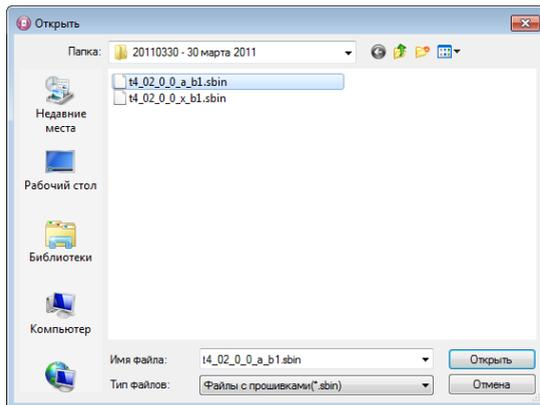

Рис.35. Выбор файла прошивки
- ✓ для выбора файла прошивки нажмите кнопку  и в открывшемся окне *Открыть* выберите папку, имя файла и нажмите кнопку *Открыть* (рис. 35). В окне *Загрузка ПО* нажмите кнопку *OK* (рис. 34);
- ✓ в открывшемся окне Загрузка ПО укажите наименование загружаемого файла прошивки с расширением *.sbin (рис. 35);